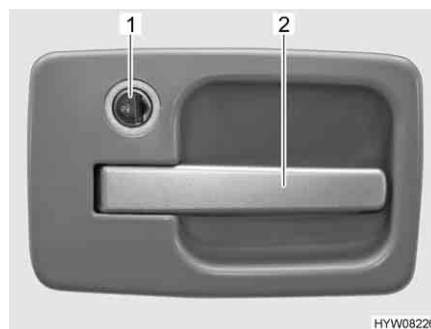

Bild 26 Dörrlås ingångsdörr, utsida
- Stick in nyckeln i låscylindern (Bild 26,1) och vrid till symbolen "🔓". Dörrlåset är upplåst.
- Drag i dörrhandtaget (Bild 26,2). Dörren är öppen.
- Stick in nyckeln i låscylindern (Bild 26,1) och vrid till symbolen "🔒". Dörrlåset är låst.